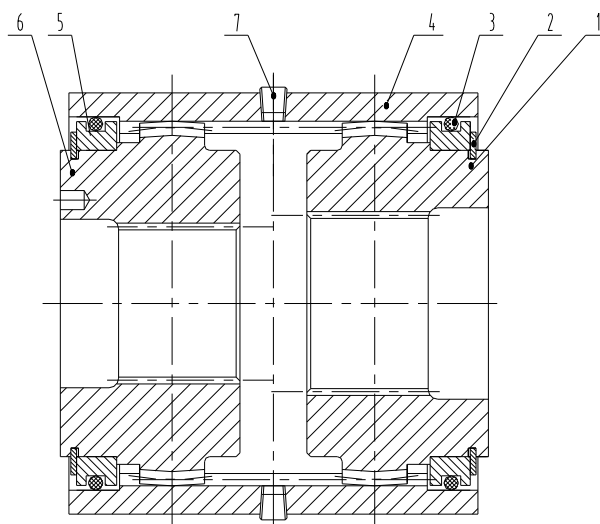

Рисунок 10-3. Соединительная муфта механизма поворота
9. Затем с вала двигателя и входного вала редуктора снимаются остальные части муфты (рисунок 10-3):
2. Следующим способом вставьте соединительную муфту механизма поворота (рисунок 10-3):